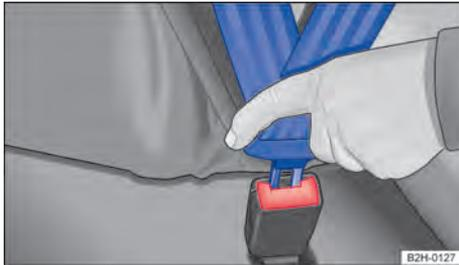

Fig. 20 Insertar la lengüeta del cinturón de seguridad en su cierre.
3. Inserte bien la lengüeta del cinturón en el cierre del cinturón correspondiente a la plaza → **fig. 20**.